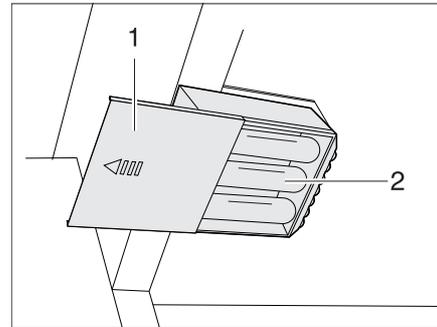

Bild 183 Kleiderschrankleuchte mit LED, Batteriefach geöffnet
- Neue Batterien (Bild 183,2) gleichen Typs polrichtig (+/-) einsetzen.